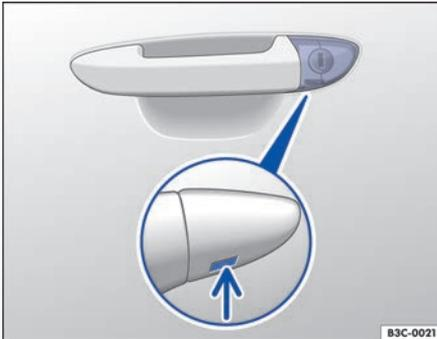

Fig. 254 Manilla de la puerta del conductor: bombín de la cerradura oculto.
- Introduzca la llave de emergencia en el orificio de la caperuza de la manilla de la puerta del conductor por abajo → fig. 254 (flecha).